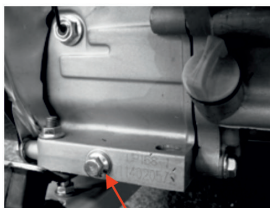

Рис. 15
2. Выкрутите пробку маслозаливной горловины (рис. 15);
3. Выкрутите сливной болт (рис. 15, 16);